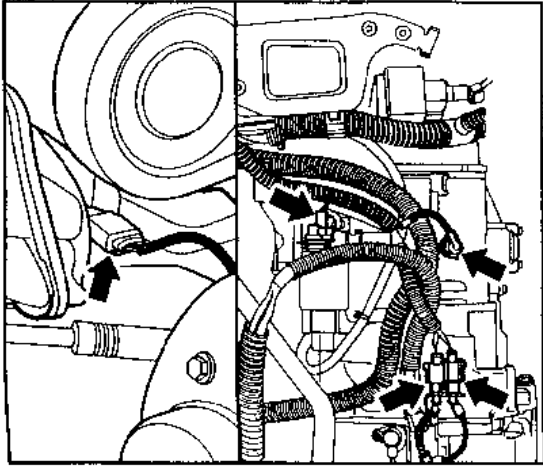

图 1-2 供油管道等拆卸
5.如图 1-2 所示,拆下供油管道 2(黑色)和活性炭罐透气管 1(带白色标记),并用一块布收集泄漏的燃油,拔下活性炭罐的电磁阀 3。